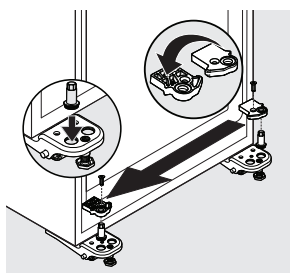

figure 3
9. À l'aide d'un tournevis Torx T20, retirez la vis d'arrêt de porte et retirez l'arrêt de porte (voir Figure 3).
10. À l'aide d'une douille de 5/16 po, dévissez le pivot de charnière inférieure (voir la Figure 3).
11. Réinstallez le pivot de charnière inférieure dans le trou du côté gauche de la charnière (voir Figure 3).
12. Basculez l'arrêt de porte. Réinstallez l'arrêt de porte en haut de la charnière inférieure à l'aide de la vis (voir Figure 3).